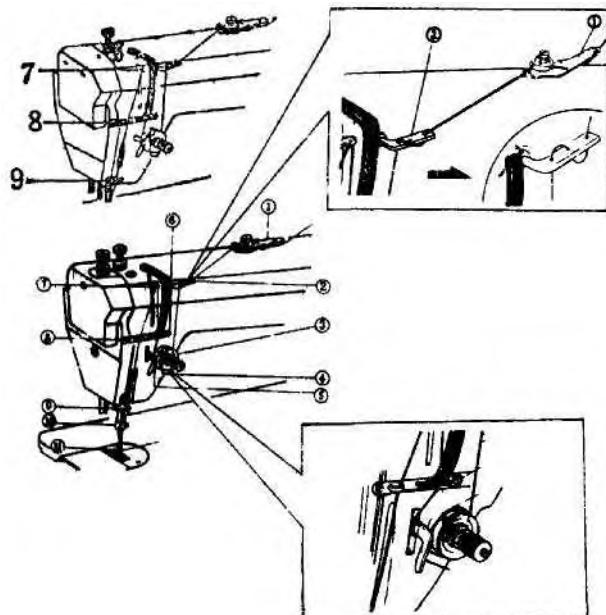

Рис. 17
Для заправки игольной нити поднимите иглодержатель в крайнее верхнее положение, потяните нить с катушки и протяните ее в указанном на рис. 17 порядке.
- (1) натяжения нитепрятгательной пружины;
- (2) амплитуды колебания нитепрятгательной пружины;
- (3) натяжения диска натяжения;
- (4) положения нитенаправителя 6 на рис. 17. Все эти регулировки описаны ниже.
Нормальное взаимоотношение положения нитенаправителя (рис. 17) и стачивающего материала показано в следующей таблице.